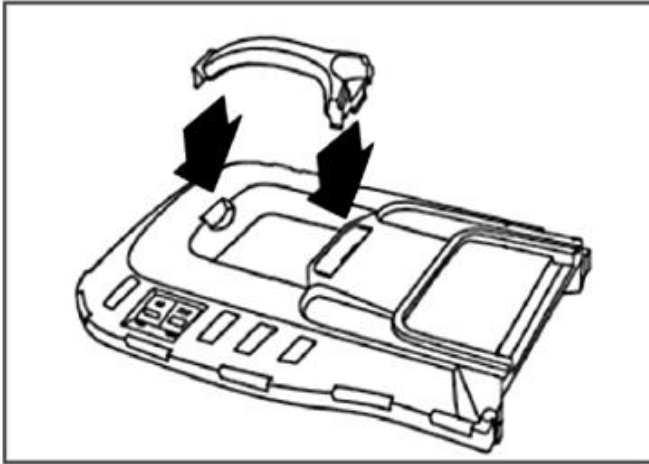

Рис. 5 Установка ручки травосборника
- установите ручку травосборника (Рис. 5);